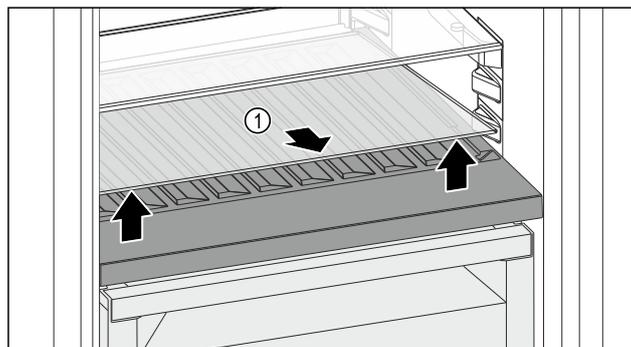

Fig. 144
- ▶ Скористайтесь пазом спереду, щоб підняти скляну полицю Fig. 144 (1) і вийняти її.
- ▶ Безпечно зберігайте скляну полицю Fig. 144 (1) за межами пристрою.